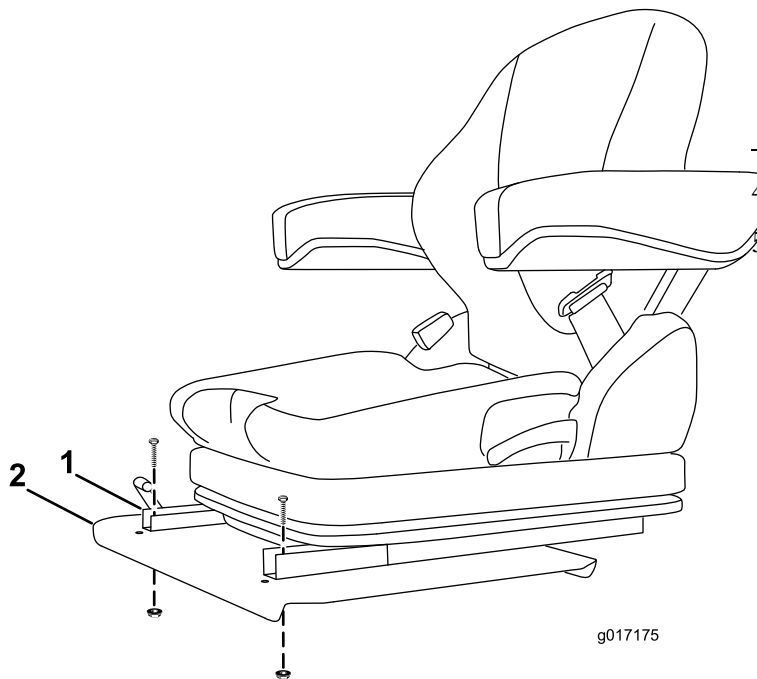

Figure 9
2. Montez l'avant de chaque glissière sur le panneau de siège avec un boulon et un écrou à embase (Figure 9).